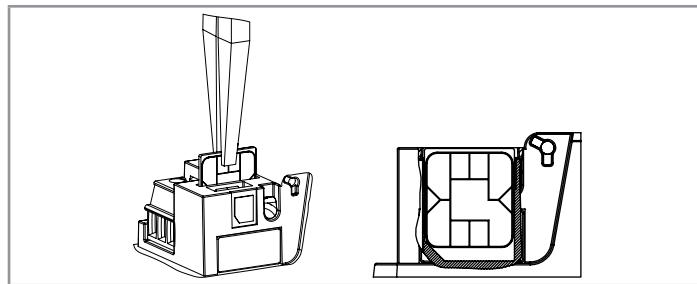

Fig. 24: Sens d'insertion de la mémoire configuration
- Respecter le sens d'insertion de la mémoire configuration : voir Fig. 24.